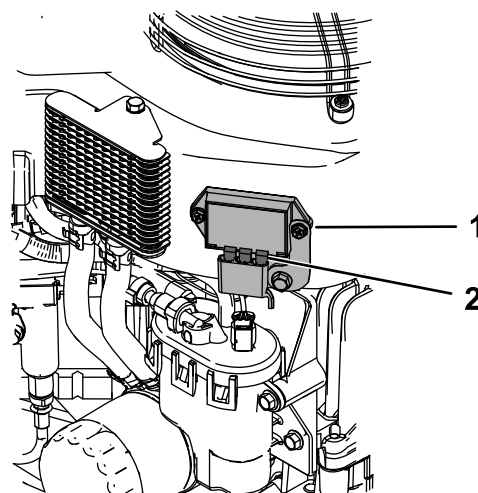

Figure 43
4. Graissez légèrement les lames du régulateur de tension (Figure 43).